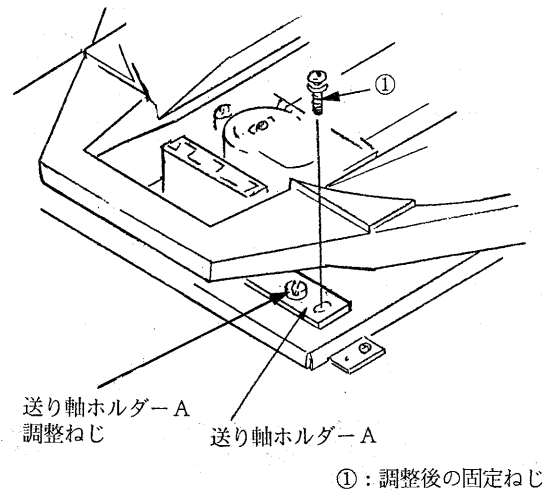

図5-6
- (1) 固定ねじを緩める。
- (2) MUSE基準ディスクを再生する。
- (3) フレーム15をサーチする。
- (4) CN504④ピンを5Vにする。トラッキングがOFFになる。
- (5) オシロスコープのサージュ波形比が6:1以上になる様、送り軸ホルダA調整ねじを調整する。
- (6) 調整後は固定ねじで締め付け固定する。(図5-6)